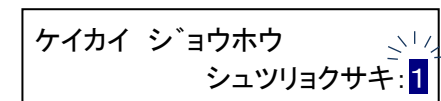

図 9-12 警報出力先選択画面
- ・ メニュースイッチを押すと警報出力先を選択する画面が表示されます。(図 9-12)